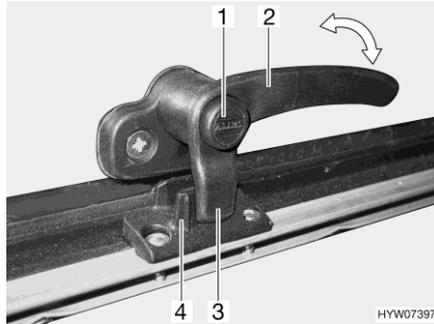
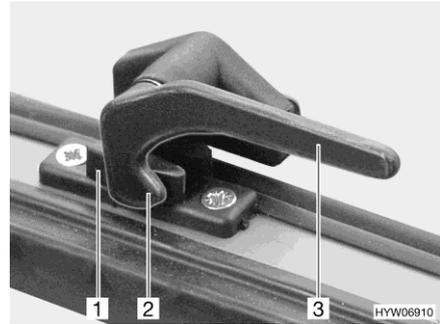

Fig. 86 Palanca de bloqueo con botón de seguridad en la posición "cerrada"
Fig. 87 Palanca de bloqueo en la posición "cerrada"
- Si existe, pulsar el botón de seguridad (Fig. 86,1) y mantenerlo pulsado.
- Girar la palanca de bloqueo (Fig. 86,2 ó Fig. 87,3) un cuarto de vuelta hacia la mitad de la ventana.
- Girar la palanca de bloqueo (Fig. 86,2 ó Fig. 87,3) un cuarto de vuelta hacia el marco de la ventana. El saliente de bloqueo (Fig. 86,3 ó Fig. 87,2) de la palanca de bloqueo se encuentra en la cara interior del bloqueo de la ventana (Fig. 86,4 ó Fig. 87,1).
- En la posición "cerrada fijamente" (Fig. 86 y Fig. 87)